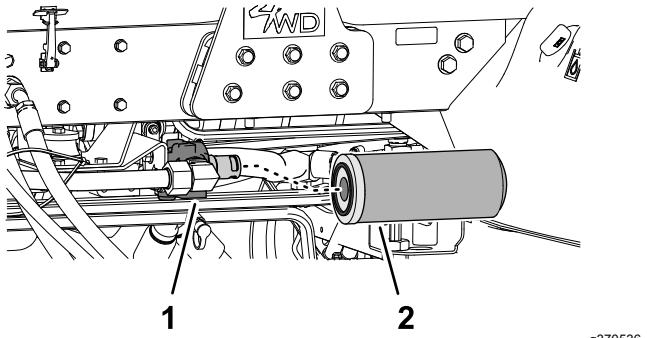

Figure 164
- Nettoyez la surface autour du filtre de retour et de la tête du filtre (Figure 164).